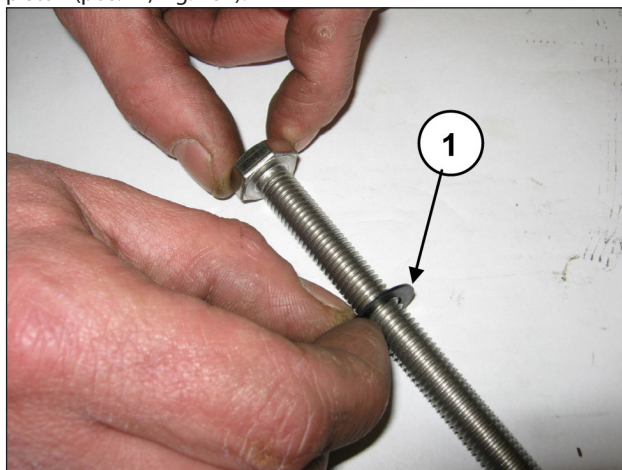

Fig. 181
Introducir la arandela Ø10x18x0.9 en el tornillo de fijación del pistón (pos. ①, Fig. 181).